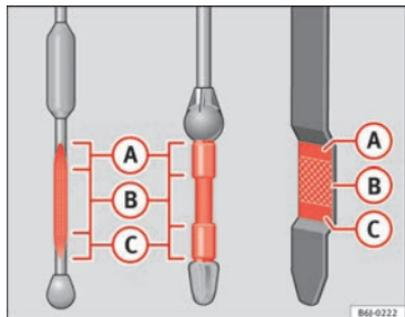

Abb. 157 Ölmesstab
- Ziehen Sie den Messstab anschließend wieder heraus und lesen Sie den Ölstand ab ⇒ Abb. 157. Füllen Sie gegebenenfalls Motoröl nach.